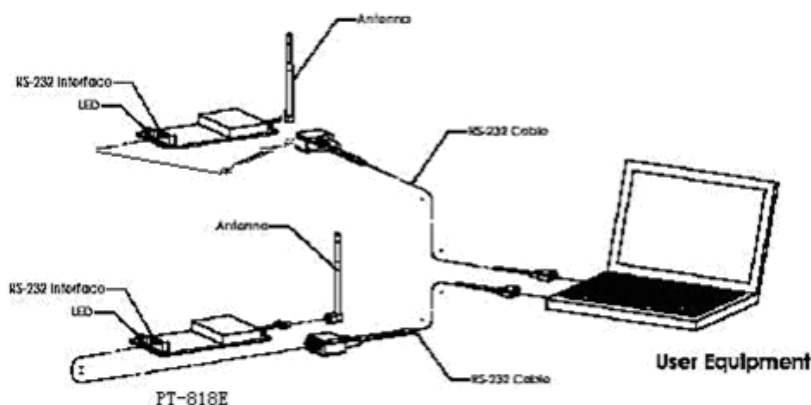

图4.1-1 连通性设置
出厂默认设置时, JRc6 模块可设定为 Master 模式或 Slave 模式, 此时物理连接非常简单。下图 4.1-1 显示了一对 JRc6 模块的可行设置 (JRc6 模块的测试可能需要使用评估底板)。
- 1. 通过 RS-232 串口电缆连接 JRc6 模块(以与评估板一起使用为例) 和 PC，如图 4.1-1 所示。